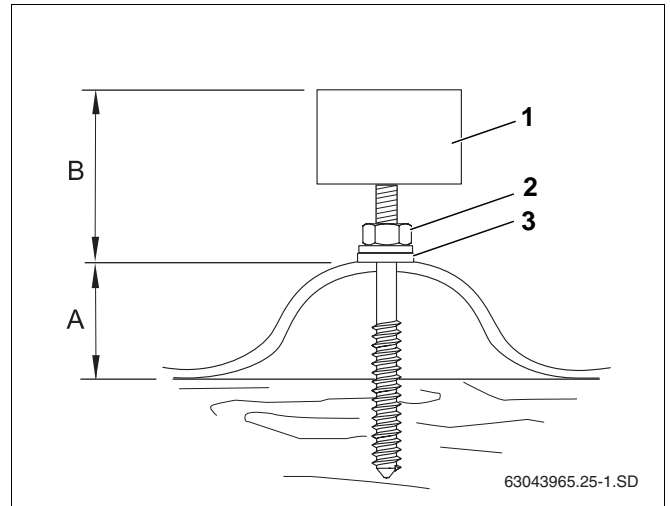

Bild 24 Monterat skruvstift på korrugerat plåttak
Se till att avståndet B (tab. 7 och bild 24) är likadant hos alla skruvstift när du skruvar i dem.
- Dra åt muttern (bild 24, **pos. 2**) tills tätningsbrickan (bild 24, **pos. 3**) ligger helt mot taket.